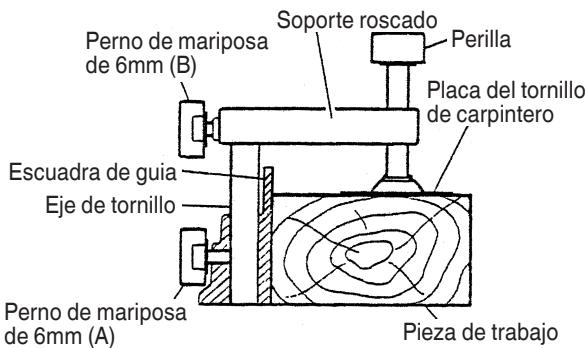

Fig. 14
- (1) El módulo de prensa de tornillo puede ser montado en el lado izquierdo o derecho del tope aflojando el perno de palomilla de 6 mm (A).
- (2) El portatornillo puede elevarse o bajarse de acuerdo con la altura de la pieza de trabajo aflojando el perno de orejas de 6mm (B). Despues del ajuste, apriete firmemente el perno de orejas de 6 mm (B) y fije el portatornillo.
- (3) Gire la perilla superior y fije firmemente la pieza de trabajo en su lugar (Fig. 14).